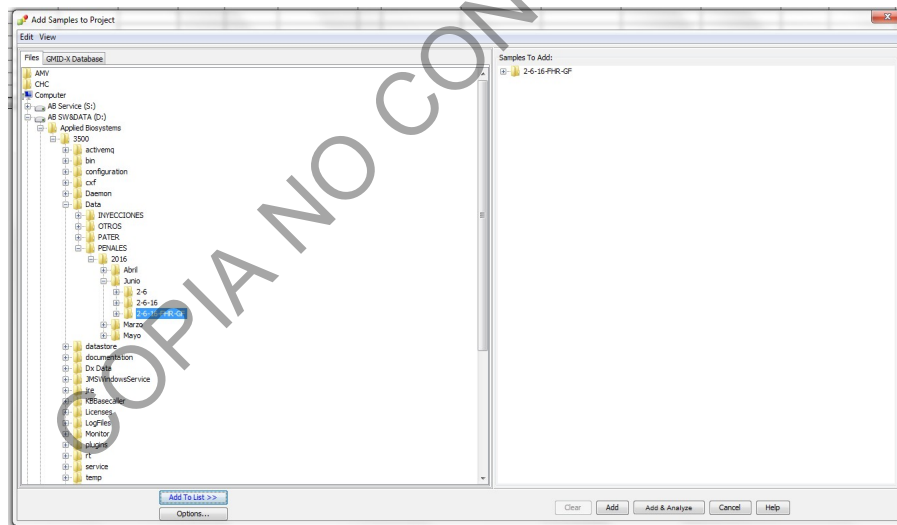

Figura 43 Pantalla Add Samples to Project.
**7.17.6** Se despliega una pantalla (ver figura 43). Aquí debe seleccionar: "**Computer**", luego debe seleccionar la unidad donde respaldó el proyecto original (disco extraíble personal tipo USB). A partir de aquí, debe de localizar su proyecto. Cuando lo haya hecho, seleccione todas las muestras que analizó y haga click en el ícono "**Add to List**". Posteriormente, haga click en "**Add & Analyze**" (ver parte inferior derecha de la figura 43).